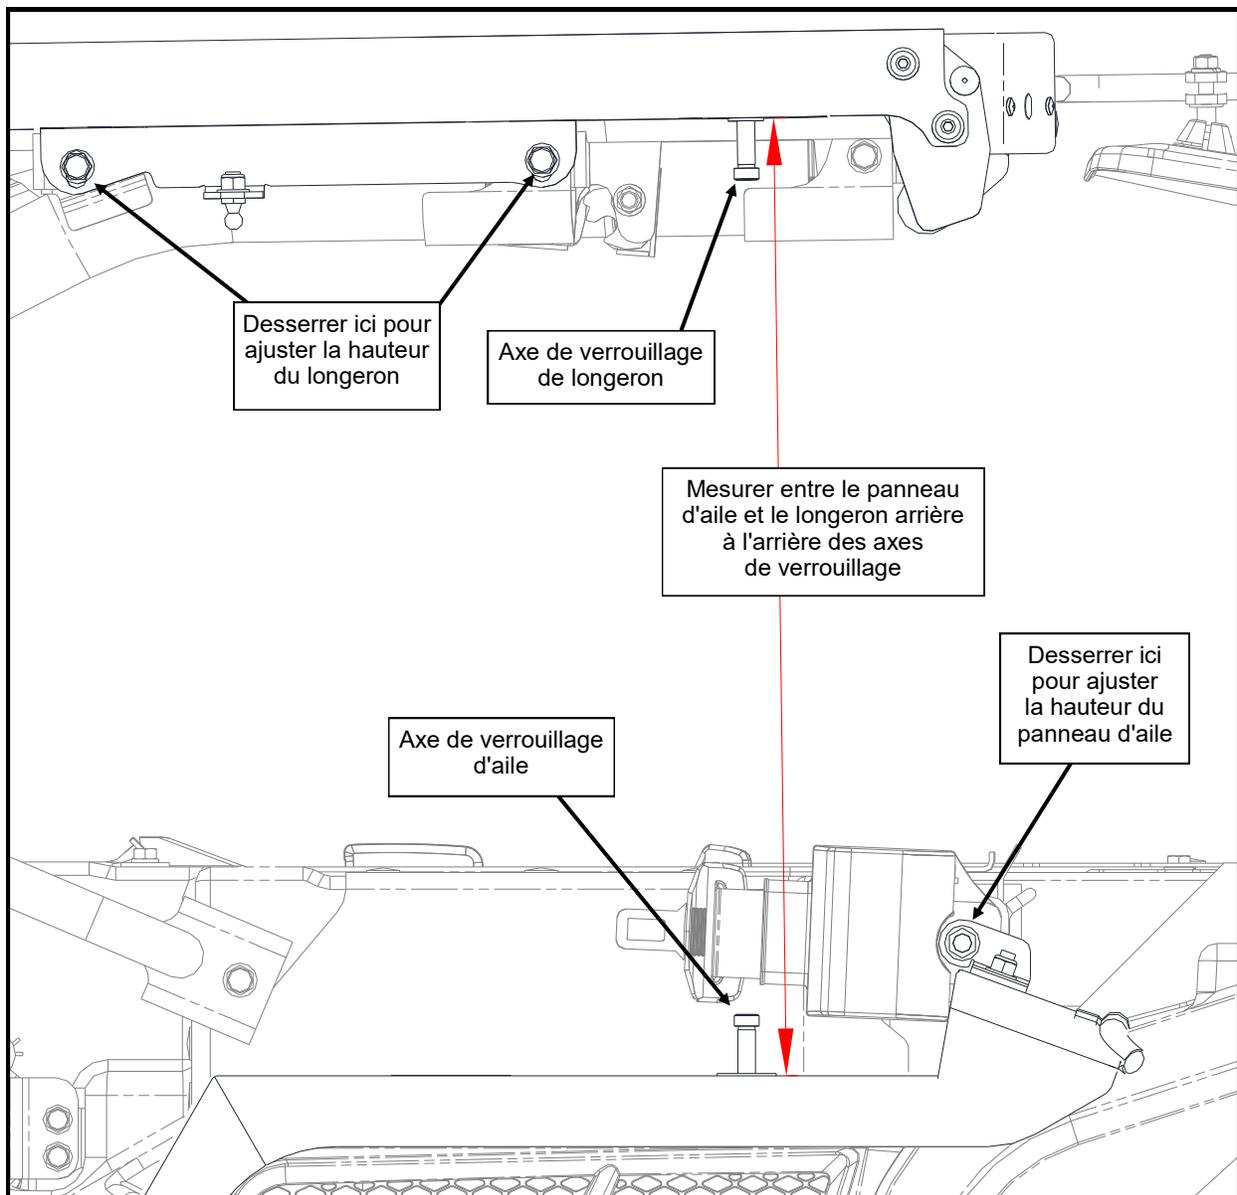

Figure 8.10 : Réglage de longeron arrière
8.10 Pousser vers le haut ou le bas des longerons latéraux pour arriver aux dimensions suivantes : (voir Figure 8.10)